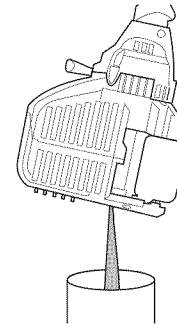

Fig. 20
3. Incline la unidad verticalmente para verter el aceite del orificio de llenado en un recipiente (Fig. 20). Dele suficiente tiempo para que drene completamente.